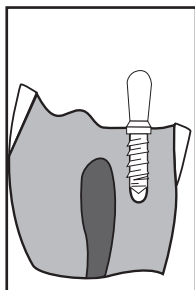

Figure 7
9. Das Handwinkelstück läuft mit sehr geringer Drehzahl (200-500 U/Min), bis der Pin sich eindreht. Der MAX Pin zentriert sich selbst und schert bei Erreichen des Schulterstops ab (**Abb. 7**).